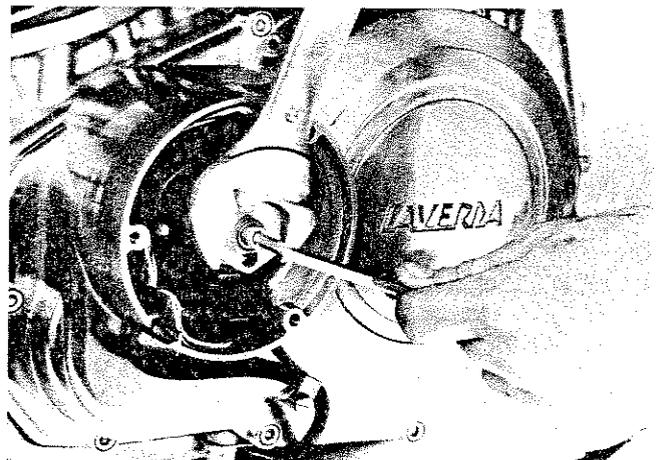

Fig. 105
- 3) Togliere il coperchietto circolare fissato con tre viti a brugola e tenendo ferma la boccola dell'accensione elettronica con una chiave da 30 mm, svitare la brugola centrale e togliere la boccola stessa lasciando indisturbati i pick-up (Fig. 105).
- 3) Remove the round cover secured by means of three Allen screws and, locking the electronic ignition bush with a 30 mm spanner, undo the central Allen screw and remove the bush, leaving the pick-ups undisturbed (Fig. 105).